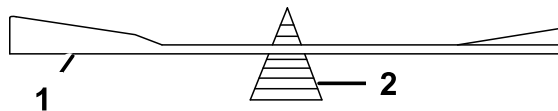

Bild 35
2. Prüfen Sie die Auswuchtung des Schnittmessers auf einer Ausgleichsmaschine (**Bild 35**).